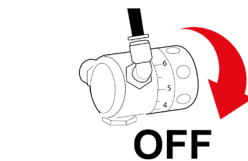

Fig. 2-14
26.18 – Ruotare la manopola di regolazione del riduttore sulla posizione OFF, vedi Fig. 2-14.
rilevassero delle piccole perdite di gas ruotare immediatamente la manopola di regolazione del riduttore di pressione sulla posizione OFF per chiudere il gas, vedi Fig. 2-14.